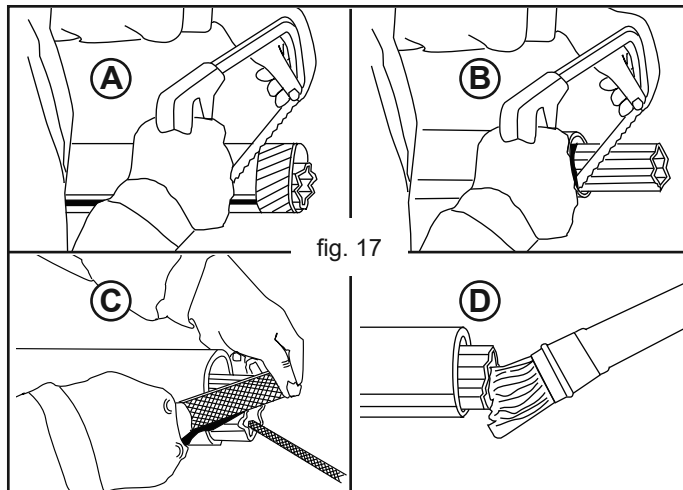

fig. 17
- 3) Acorte los tubos telescópicos según la posición medida (A-B, Fig. 38) (la parte sobrante tiene que tener la misma medida en ambos tubos), rebarbe y limpie (C, Fig. 38) y engrase la parte interna del tubo externo (D, Fig. 17).